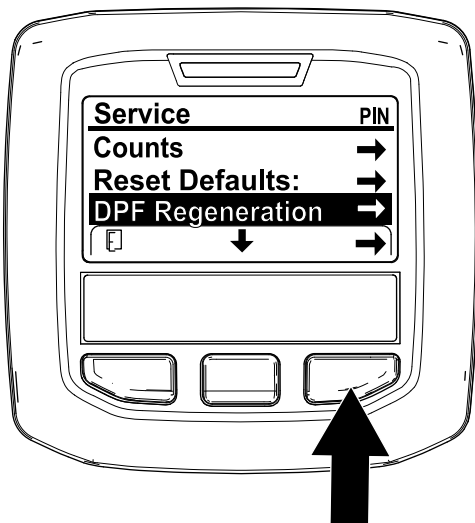

図 24
1. 整備 Serviceメニューから、中央ボタンで下へスクロールして DPF REGENERATIONメニューに入る 図 24。
2. 右側のボタンで DPF Regeneration再生に入る 図 24。